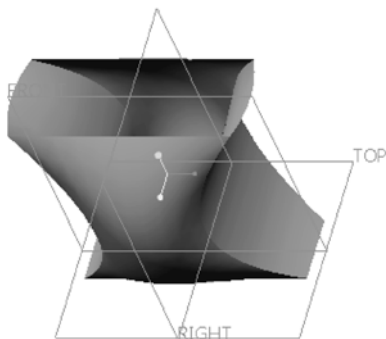

图 7-25 完成创建的混合曲面
- 10** 在“混合”选项卡中单击“完成”按钮，完成创建的混合曲面特征如图 7-25 所示。